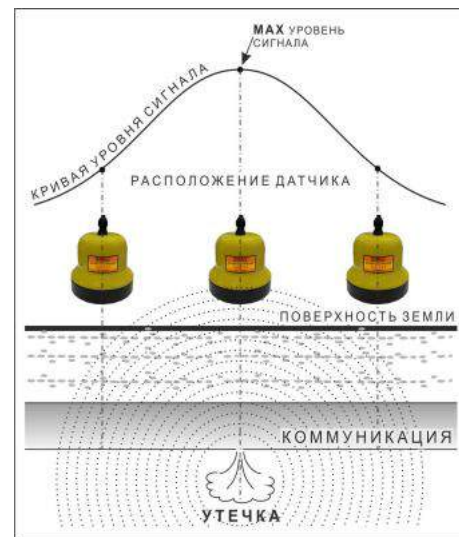

Рис.7
4.3.1 Установить акустический датчик над предполагаемой трассой (рис.7). Включить режим «измерение» кнопкой  поз.7 рис.5, после этого следует настроить приемник на специфический шум протекающей по трубопроводу воды для этого: